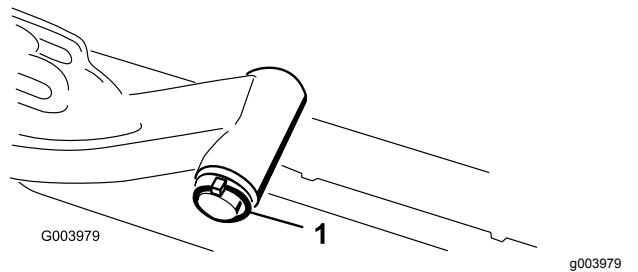

Figura 12
- A. Togliete l'acciarino e la rondella che fissano l'albero di articolazione al braccio di sollevamento, ed estraete l'albero dal braccio di sollevamento (Figura 12).
C. Inserite l'albero del braccio di sollevamento nel braccio di sollevamento, e fissatelo con la rondella e l'acciarino (Figura 12).